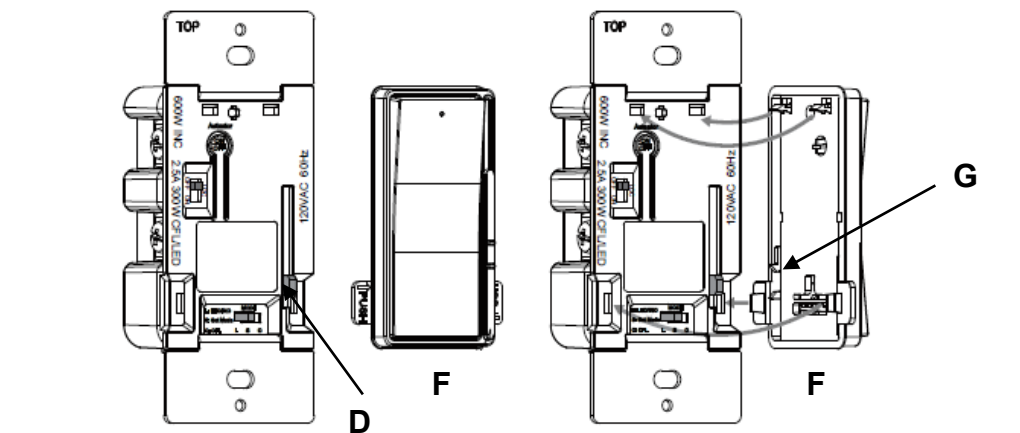

FIG. 10
- Snap on the top cover "F" (FIG 10).
- Emboîter le couvercle supérieur "F" (FIG. 10).
- Encaje-ensamble de la cubierta superior "F" (FIG 10).